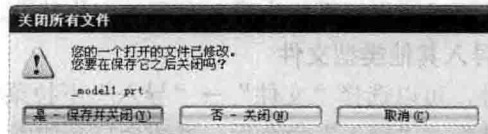

图 1-9 “关闭所有文件”对话框
- 5) 关闭所有打开的部件：关闭所有文件，但系统会出现警示对话框，如图 1-9 所示，提示用户已有部分文件进行了修改，给出选项让用户进一步确定。